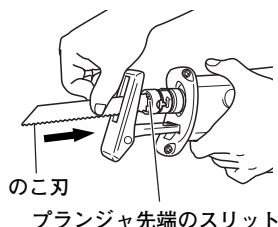

図 5
- (3) のこ刃をプランジャ先端のスリットにいっぱいまで差し込んでください。のこ刃は上下どちらの方向にも取付けることができます。(図5, 6)